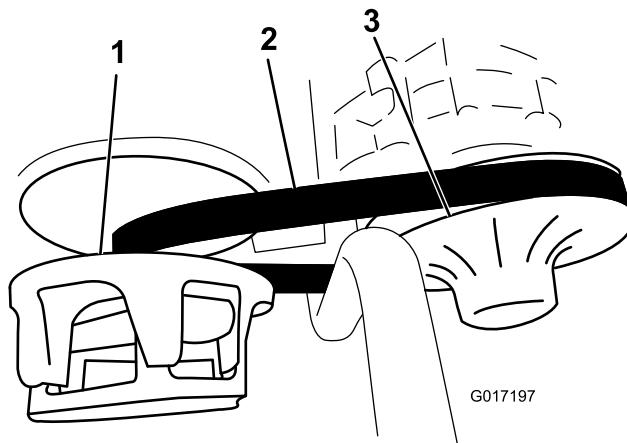

Рисунок 65
3. Проверните и осмотрите ремень (Рисунок 65) для обнаружения признаков чрезмерного износа или повреждений.
- Поверните и проложите ремень поверх вторичного сцепления (Рисунок 65).
- Снимите ремень с основного сцепления (Рисунок 65).
- Проложите новый ремень поверх основного сцепления (Рисунок 65).